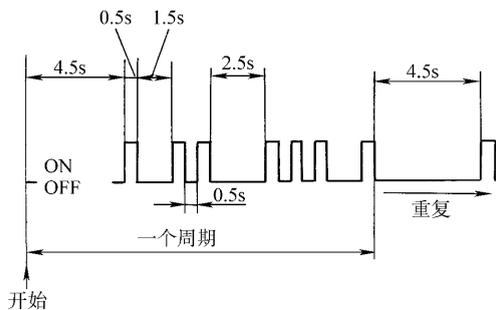
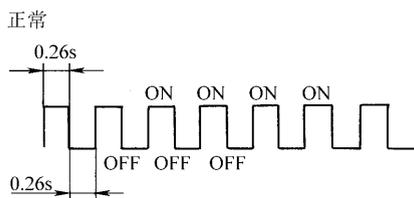

图 2-4 故障码“12”和“31”显示示例
图 2-5 无故障码的显示
(1) 点火开关拧至 ON，但不启动发动机。
(2) 用诊断导线短接 DLC3 的 13 (TC) 和 4 (CG) 端子。
(3) 根据“CHECK ENG”指示灯闪烁次数的数字读取 DTC。图 2-4 是 DTC “12”和“31”显示例子。此外如系统工作正常，指示灯每秒闪 2 次（图 2-5）。